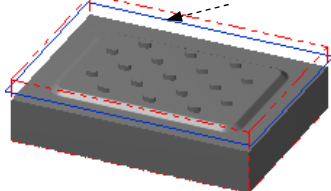
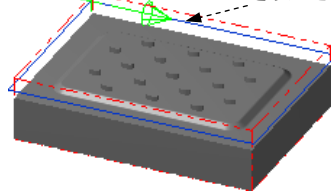

图 25.6 选取区域
图 25.7 定义区域
Step3. 设置加工区域。在图形区中选取图 25.6 所示的边线，系统自动选取图 25.7 所示的边链。单击 按钮，完成加工区域的设置，此时系统弹出“2D 刀具路径-平面铣削”对话框。